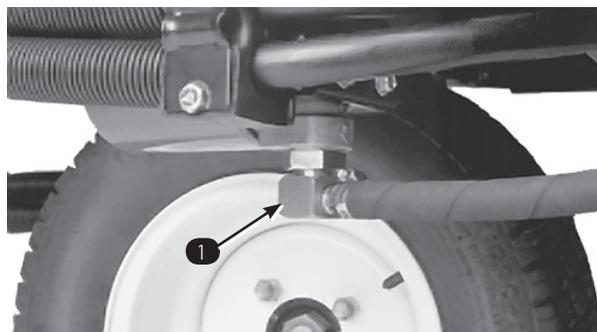
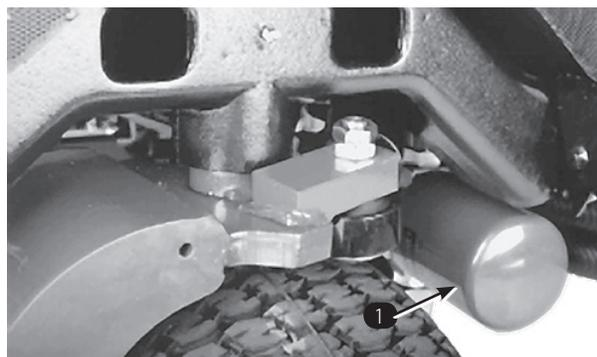

図 50
図 51
2. 油圧ラインの接続部 (図50) または油圧フィルタ (図51) を外し、流れ出すオイルを容器に受ける。オイルが全部流れ出たらラインを元通りに接続する。
3. フィルタ取り付け部の周辺をウェスできれいにぬぐう。フィルタ (図51) の下に廃油受けを置いてフィルタを外す。